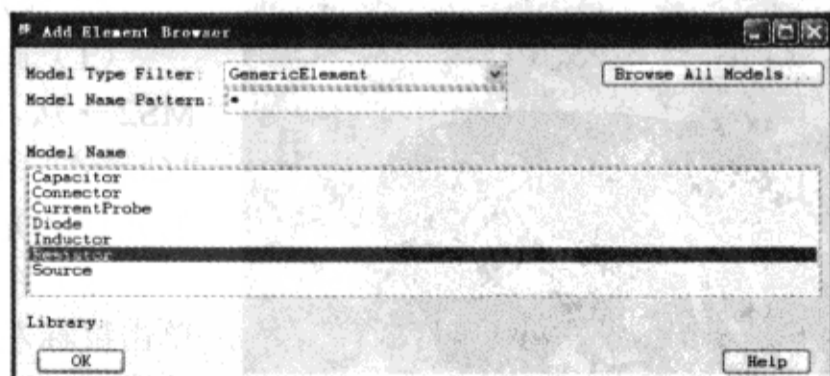

图 3-10-24 “Add Element Browser”对话框
(1) 从 SigXplorer 窗口执行菜单命令“Edit”→“Add Element...”，弹出“Add Element Browser”对话框，如图 3-10-24 所示。